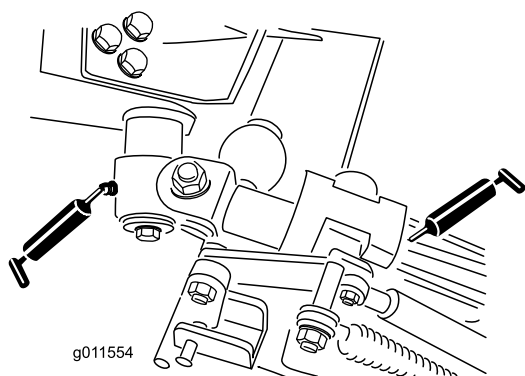

Figura 74
- 2 boccole orientabili della leva a squadra (Figura 74)
- 4 boccole del braccio posteriore (Figura 74).